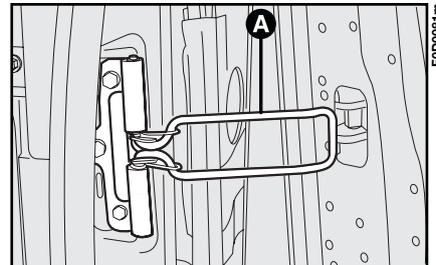

fig. 128
On peut augmenter l'angle d'ouverture des deux portes pour faciliter les opérations de chargement et de déchargement. Pour faire cela il faut décrocher les systèmes à ressort **A**-fig. 128; ainsi les portes s'ouvrent à 180 degrés environ.
- décrocher le ressort de limitation de l'ouverture 90° **A**-fig. 128